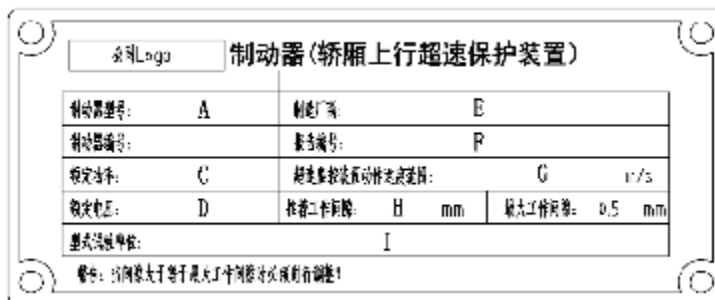

图 3 制动器中文铭牌
- I 制动器铭牌固定于制动器上，提供了制动器的基本信息（见 P3 图 3）。